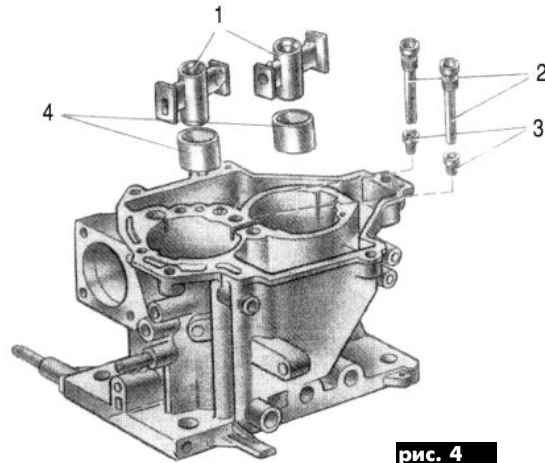

рис. 4
Далее нужно сделать еще одну замену. Установить один общий карбюратор от ВА3-2108 типа ДАА3 2108-1107010, предварительно доработав его. Для этого заменить (**рис.4**) топливные жиклеры (3) на жиклеры с отверстием 0,71 мм (2), в первичную камеру установить воздушный жиклер вторичной камеры, а во вторичную камеру установить жиклер с отверстием 0,9 мм. На распылителе (1) установить втулки 4, уменьшающие сечение просвета камеры ровно в два раза.